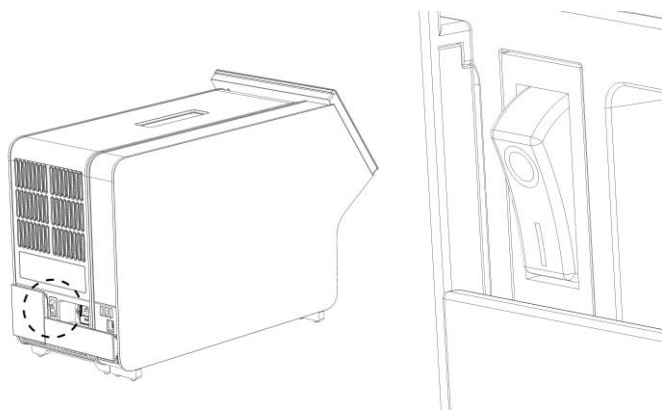

Figura 21. Amplasarea comutatorului de alimentare și setarea acestuia în poziția „I”.
10. PORNIȚI instrumentul prin apăsarea comutatorului de alimentare din partea din spate a modului analitic în poziția „I” (Figura 21). Confirmați că indicatoarele de stare aferente modului analitic și operațional sunt albastre.